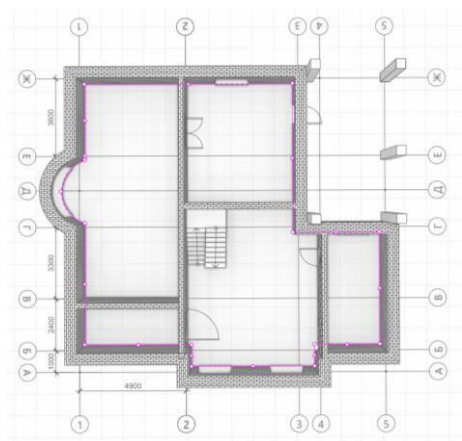

Рис. 7 Построение перекрытия
2. Выберем инструмент **Перекрытие**. В Параметрах зададим толщину перекрытия - **200 мм**. Построим перекрытие по контуру этажа, используя способы построения **Прямая по двум точкам** и **Дуга по трем точкам** (рис. 7)